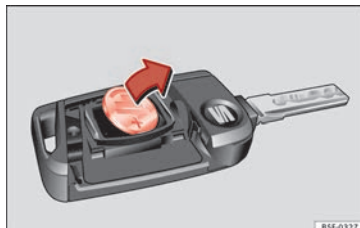

Fig. 134 Chiave del veicolo: estrarre la batteria.
- Estrarre la batteria dal vano con un oggetto fino adatto » **fig. 134**.
- Collocare la nuova batteria come illustrato » **fig. 134** e inserirla nel vano batteria nella direzione contraria a quella indicata dalla freccia » .